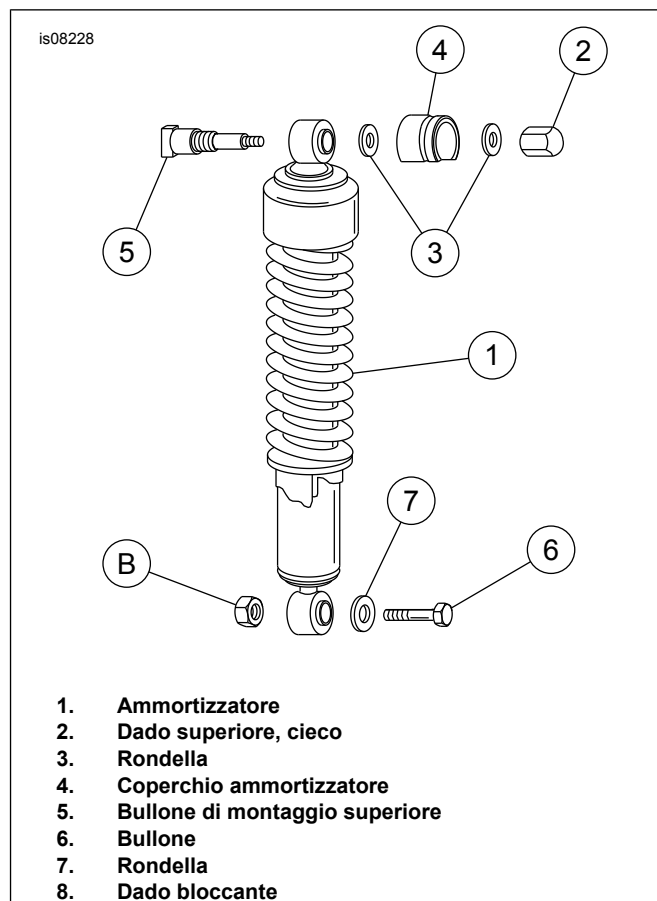

Figura 6. Rimozione dell'ammortizzatore – Solo modelli Hugger
4. Vedere Figura 6. Sostenendo in modo sicuro il parafango posteriore ed il telaio, staccare gli ammortizzatori sinistro e destro rimuovendo il dado superiore (2), la o le rondelle (3) ed il coperchio dell'ammortizzatore (4). Rimuovere il bullone (6), la rondella (7) ed il dado bloccante (8) dell'attacco inferiore dell'ammortizzatore. Rimuovere l'ammortizzatore.
6. Vedere Figura 6. Installare gli ammortizzatori utilizzando la bulloneria originale. Serrare il dado cieco (2) ad una coppia di 28,5-47,5 N·m (21-35 ft·lb). Serrare il dado bloccante (8) ad una coppia di 40,7-67,8 N·m (30-50 ft·lb).